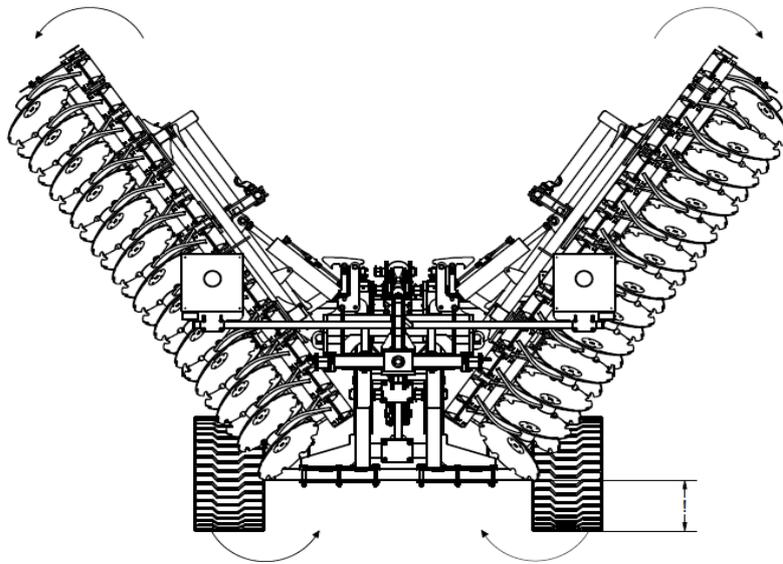

Abb. 22 Reihenfolge der Öffnung der Maschine: Öffnen der Maschine unter besonderer Berücksichtigung der Höhe der Armden vom Boden.
4. Achten Sie beim Öffnen der Flügelarme der Maschine darauf, dass die Enden der Arme auf der richtigen Höhe sind, damit sie nicht am Boden hängen bleiben (Abb. 22).